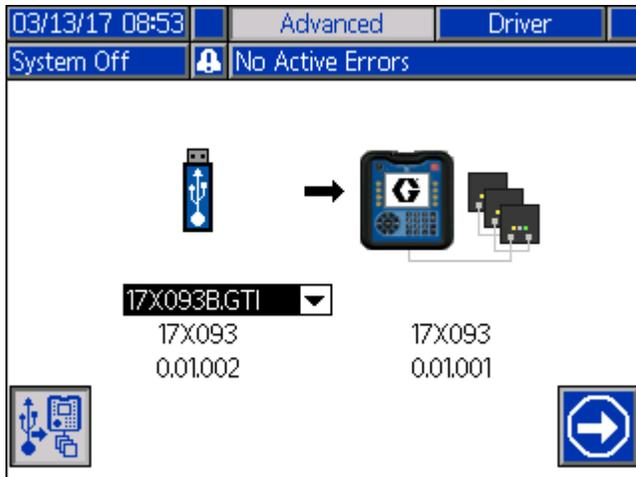

FIG. 10 : Écran de mise à jour du logiciel USB
4. Lorsque le procédé est prêt à commencer, l'écran passe automatique à l'écran de mise à jour du logiciel USB comme illustré à la **Figure 10**.
5. Appuyez sur la touche Enter de l'ADM (C) pour modifier la sélection sur le lecteur USB. Un menu déroulant s'affiche alors pour indiquer les fichiers de mise à jour du logiciel disponibles (jusqu'à 14 fichiers).
6. Utilisez le clavier directionnel (D) pour mettre en surbrillance la mise à jour souhaitée et appuyez sur la touche Enter (C) pour sélectionner la mise à jour de votre choix.
7. Appuyez sur la touche programmable (A) à côté de l'icône Continuer  pour lancer le transfert du logiciel. Dans l'exemple de la **Figure 10**, la version 0.01.002 du logiciel 17X093 sera copiée à partir du lecteur USB et écrasera la version 0.01.001 du logiciel 17X083 sur le jeton.